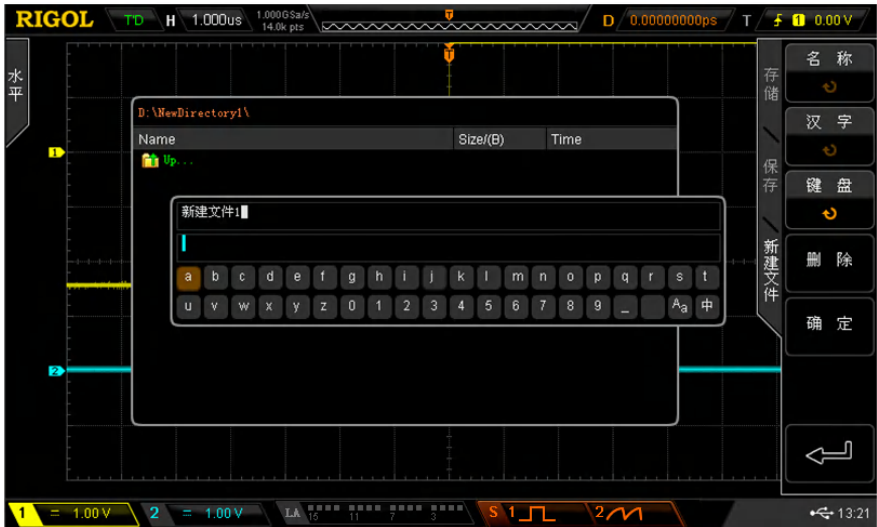

图 14-5 外部磁盘（新建文件）
- 4) 选定存储位置后，按 **新建文件** 软键，打开如图 14-5 所示界面，参考“新建一个文件或文件夹”中的说明新建一个文件。